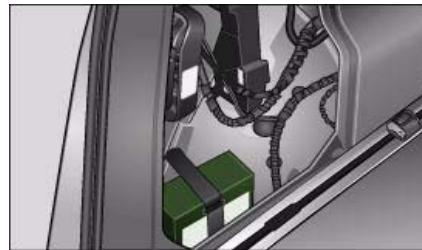

Fig. 226 Parte izquierda del maletero: Compresor
- Abra el cierre de velcro y saque el compresor ⇒ fig. 226.
En el maletero, detrás del revestimiento lateral izquierdo, se encuentra el juego para reparación de neumáticos (compuesto por un producto estanqueizante y una bomba de aire eléctrica), que se puede utilizar en caso de pinchazo ⇒ página 252, fig. 226.
- Saque la **botella de producto estanqueizante** y la **bomba de aire eléctrica** del maletero ⇒ página 252, fig. 226. ➤